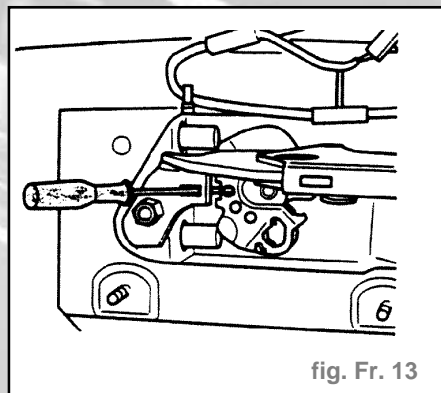

fig. Fr. 13
- Caler le palonnier avec un tournevis de taille 2 pour l'empêcher de tourner (fig. Fr. 13).